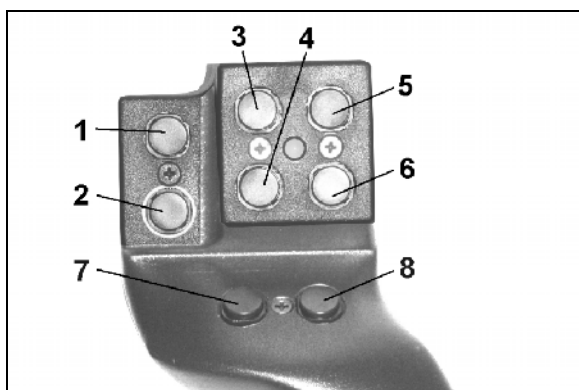
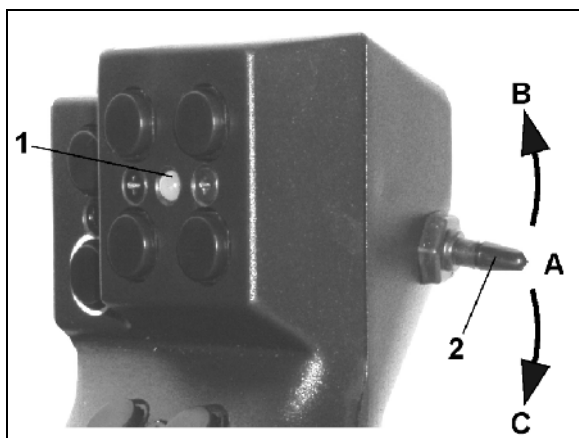

Bild 128
Bild 129
Joysticken (Bild 128) har 8 (1 - 8) knappar för manövrering av AMATRON⁺. Med omkopplaren (Bild 129/2) kan dessutom knapparnas funktioner tredubblas.
- mellanläge (Bild 129/A) och kan flyttas
- uppåt (Bild 129/B) eller
- nedåt (Bild 129/C).
Omkopplarens läge indikeras med en LED-lysdiod (Bild 129/1).